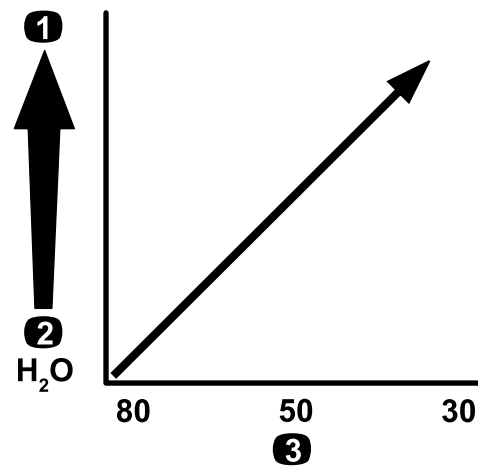

Figure 23
**Important:** Si vous pulvérisez des produits chimiques de viscosité plus élevée (plus épais) ou des solutions avec poudres mouillables, vous devrez peut-être utiliser un maillage plus grossier pour le filtre d'aspiration ; voir Figure 23.